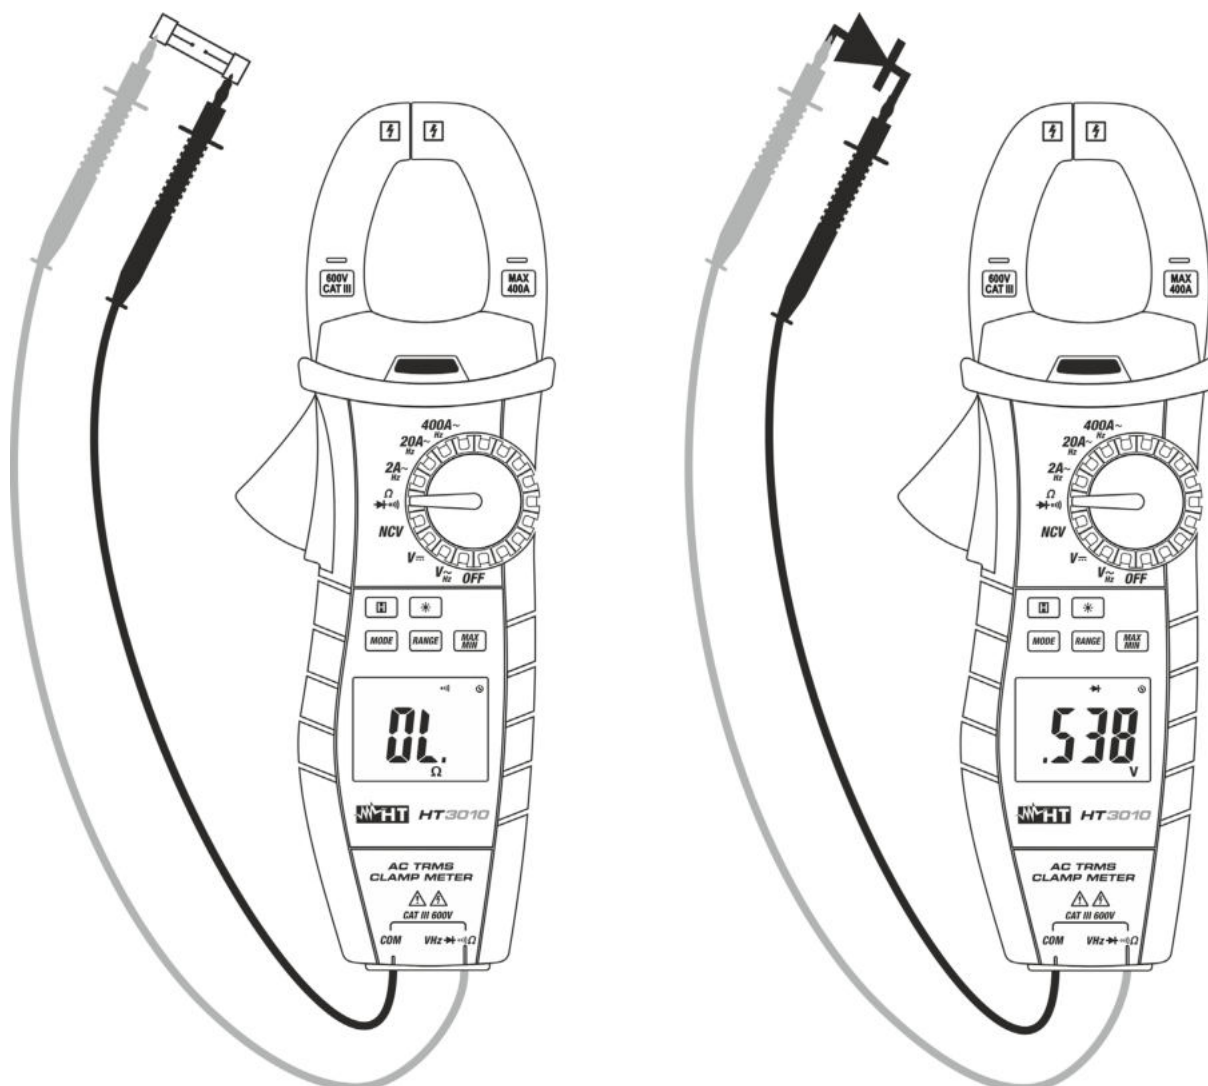

Fig. 7: Uso dello strumento per Test Continuità e Prova Diodi
3. Inserire il cavo rosso nel terminale di ingresso **V $\Omega$ Hz $\rightarrow \text{diode symbol}$**  e il cavo nero nel terminale di ingresso **COM** ed eseguire il test di continuità sull’oggetto in prova (vedere Fig. 7– parte sinistra). Il cicalino emette un segnale acustico quando il valore della resistenza misurata è inferiore a  $30\Omega$
5. Connettere il puntale rosso all’anodo del diodo e il puntale nero al catodo in caso di misura di polarizzazione diretta (vedere Fig. 7 – parte destra). Invertire la posizione dei puntali in caso di misura di polarizzazione inversa